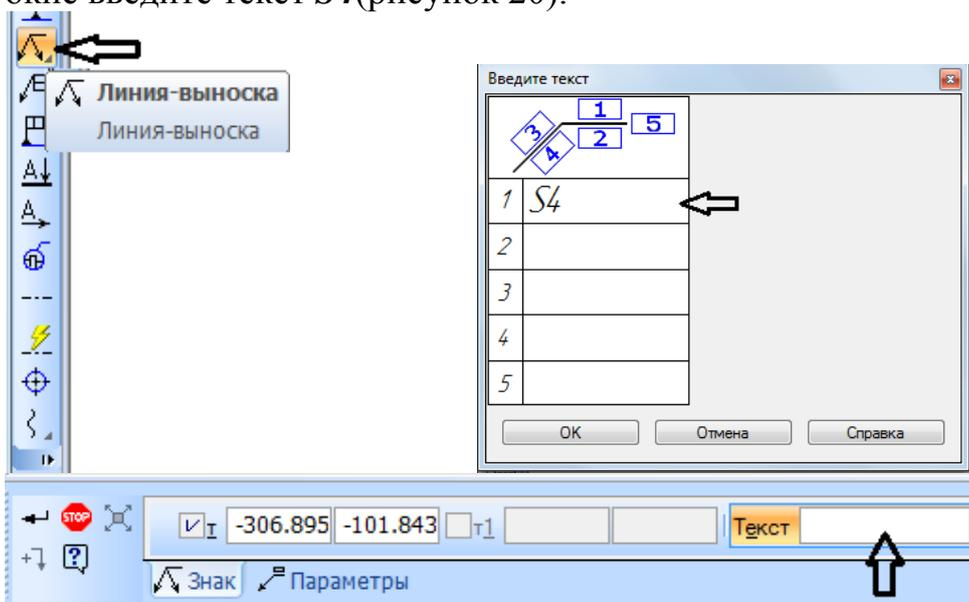

Рисунок 20.
15. Для простановки толщины пластины активизируйте на компактной панели **Геометрия** команду **Линия-выноска**. На панели свойств (внизу экрана) нажать курсором на окно **Текст**, в открывшемся окне введите текст **S4** (рисунок 20).